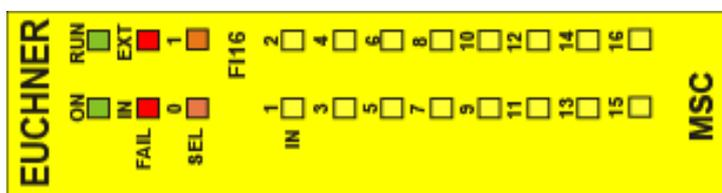

Figura 34:
8.4.7. Módulo FI16 (Figura 34)